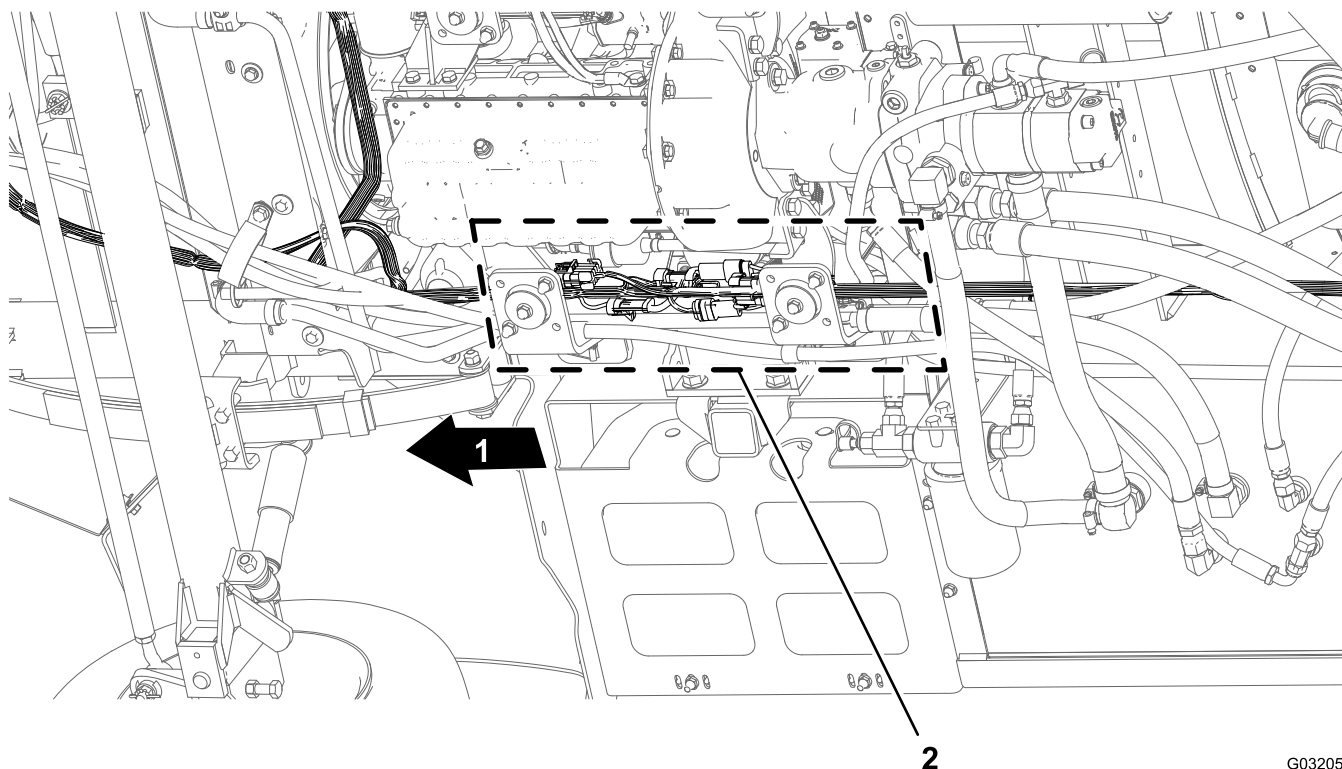

Figura 46
1. Da sotto la macchina, lungo il tubo del telaio di destra, individuate i connettori elettrici per il cablaggio preassemblato anteriore e posteriore della macchina (Figura 46).